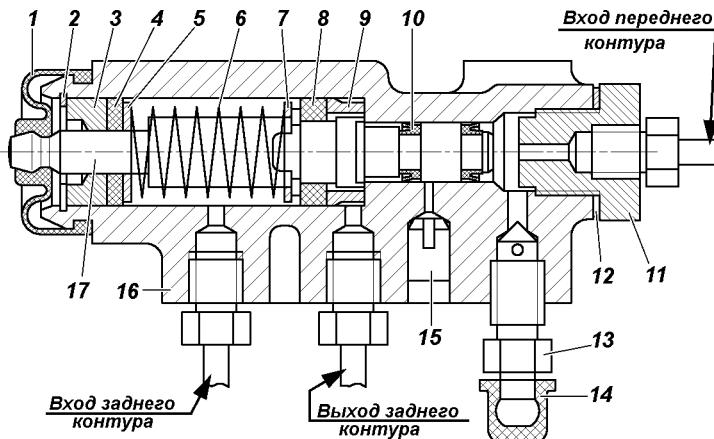

Рис. 9.23. Регулятор давления:
При нажатии на педаль тормоза поршень 17 (рис. 9.23) регулятора давления должен выдвигнуться из корпуса на 1,7 - 2,3 мм. Отсутствие хода поршня, а также его
3. Заверните болт 3 до соприкосновения его с хвостовиком поршня 17 (см. рис. 9.23) регулятора.